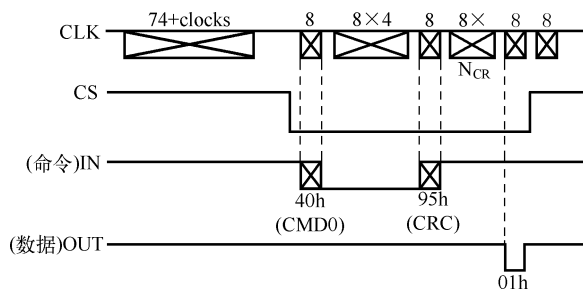

图 15-14 SD 卡复位的时序图
/* 发送 80 个左右的时钟脉冲给 CS 信号并使 DI(IN) 为高电平。这是对卡上电后进入 SPI 模式的要求,如图 15-14 所示 */
/* 设置 DI 和 CS 为高,为使 SD 卡正常工作至少延迟 74 个 SCLK 脉冲(如图 15-14 所示) */